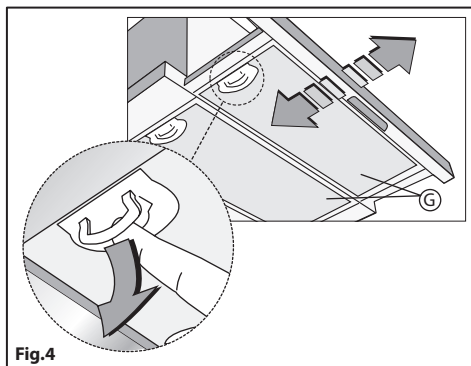
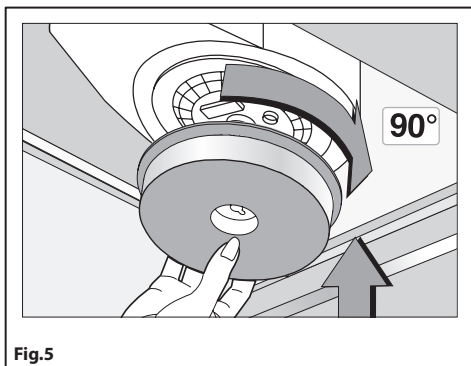

Fig.4
Fig.5
• La distanza minima fra la superficie di supporto dei recipienti di cottura sul dispositivo di cottura e la parte più bassa della cappa da cucina deve essere di almeno **65 cm**. Se dovesse essere usato un tubo di connessione composto di due o più parti, la parte superiore deve essere all'esterno di quella inferiore. Non collegare lo scarico della cappa ad un condotto in cui circoli aria calda o utilizzato per evacuare fumi degli apparecchi alimentati da un'energia diversa da quella elettrica. Prima di procedere alle operazioni di montaggio, per una più facile manovrabilità dell'apparecchio disinserire i filtro/i antigrasso (Fig.4).
Per trasformare la cappa da versione aspirante a versione filtrante, richiedere al vostro rivenditore i filtri a carbone attivo. I filtri devono essere applicati al gruppo aspirante posto all'interno della cappa centrandoli ad esso e ruotandoli di 90 gradi fino allo scatto d'arresto (Fig.5). Per effettuare questa operazione rimuovere i pannelli **G** (Fig.4). L'aria viene rimessa nell'ambiente attraverso un tubo di connessione passante attraverso il mobile e collegato all'anello di raccordo **H** (Fig.1).